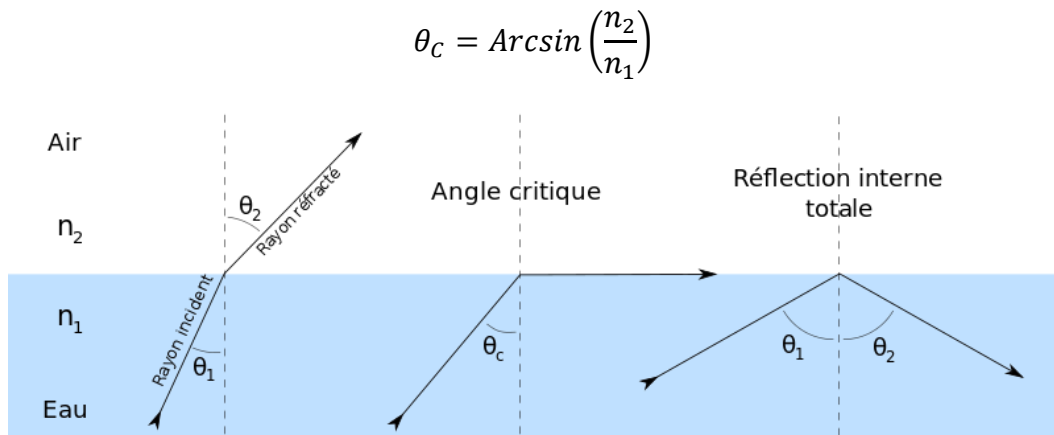

Figure 5. Réflexion totale.
2. Voici maintenant la situation suivante décrite à partir de la Figure 5.
Calculer l'angle critique de la Figure 5.